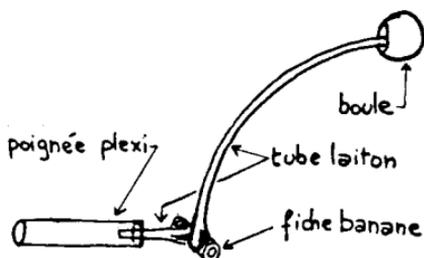

Fig. 29. — 1/2 éclateur.
- * Cintrer légèrement le tube de 30 cm (rayon ≈ 50 cm), la courbure du côté opposé au petit tube (fig. 29).